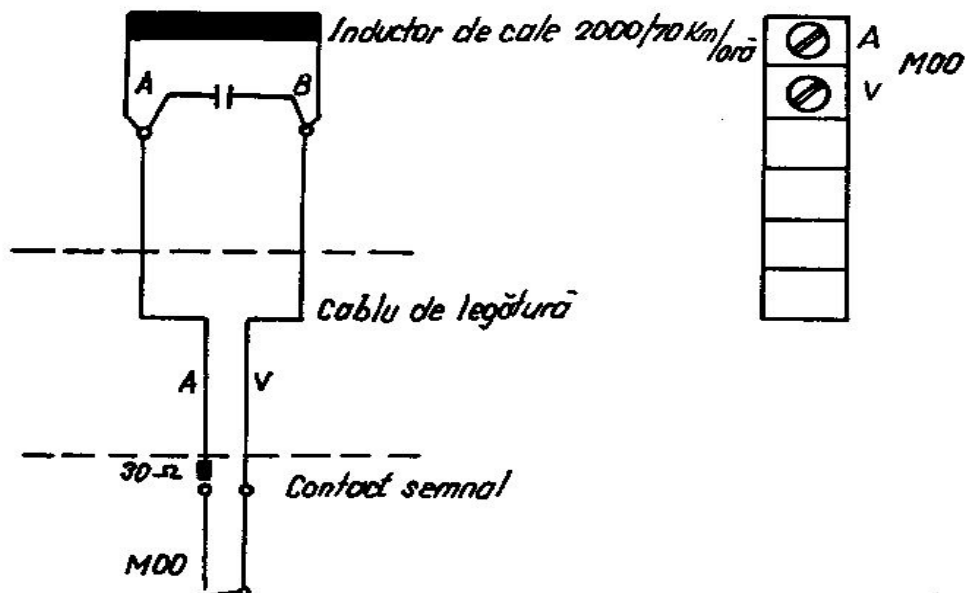

Fig. 34 Schema electrică și conectarea la semaforul de ieșire echipat cu inductor de cale de 2000 Hz/70 Km/h sau 2000 Hz
c) Semaforul de ieșire de la liniile abătute, în stare normală pe „oprește”, echipat cu contactor de cale de 2 000 Hz/70 km/h sau de 2 000 Hz (fig. 34).